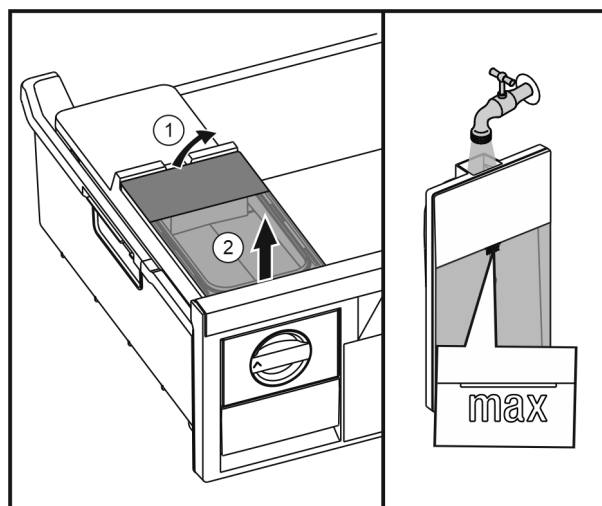

Fig. 34
- Sollevare il serbatoio dell'acqua da dietro Fig. 34 (1) e rimuoverlo sollevandolo Fig. 34 (2).